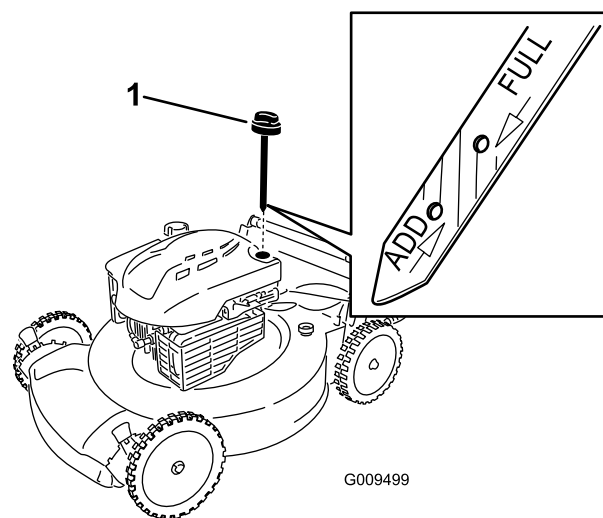

Figure 8
2. Retirez la jauge (Figure 8).
Remarque: Si le niveau n'atteint pas le repère **Add** (minimum) de la jauge, versez **lentement** une quantité d'huile suffisante dans le goulot de remplissage et répétez les opérations 3 à 5 jusqu'à ce que le niveau d'huile atteigne le repère **Full** (maximum) (Figure 8).